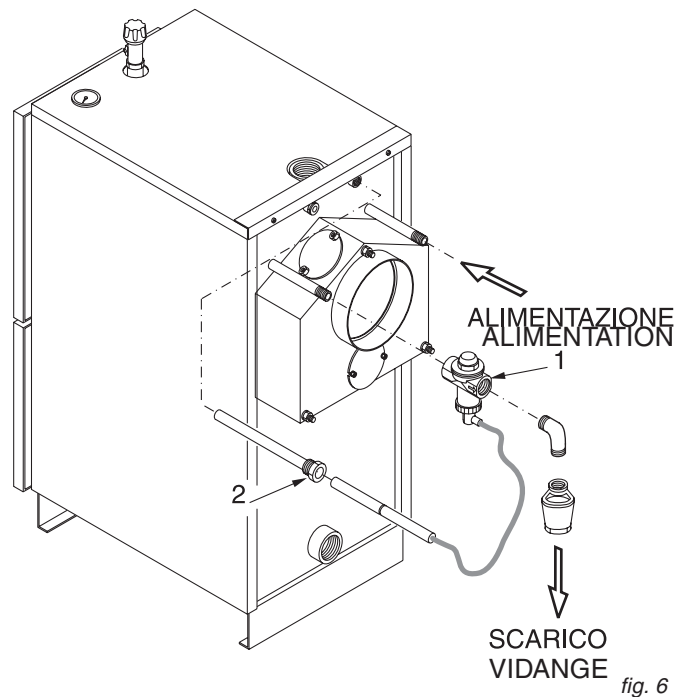

fig. 6
A cette fin, les chaudières FOKOLUS sont munies d'origine d'un échangeur de sécurité thermique soudé à l'intérieur du corps de chauffe en acier. Celui-ci devra être raccordé d'un côté (les raccords sont réversibles) à une alimentation en eau du réseau de ville et de l'autre à l'égout, par l'intermédiaire de la soupape thermique tarée à 95°C (pos.1) et dont la sonde sera vissée dans le raccord bouchonné prévu à cet effet (pos.2), comme indiqué sur la fig. 6 (soupape de sécurité thermique non fournie par Unical).